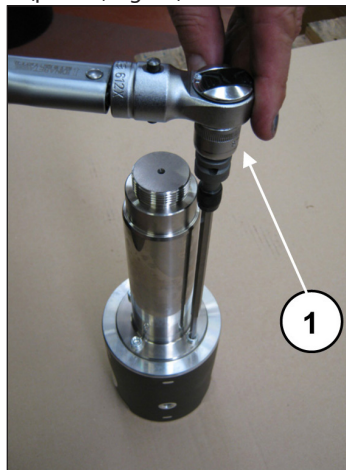

Fig. 41
Bloccare il guida pistone in morsa con l'ausilio di apposito attrezzo e procedere alla taratura delle viti con chiave dinamometrica (pos. ①, Fig. 41) come indicato nel capitolo 3.